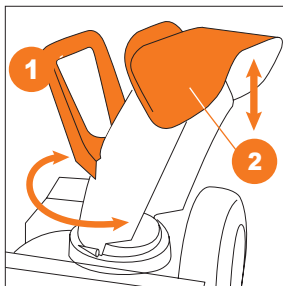

Рис. 22
- Вы можете изменять направление и дальность выброса снега, с помощью ручки изменения направления ❶ и дефлектора ❷ на DAST 6060 (Рис. 22).